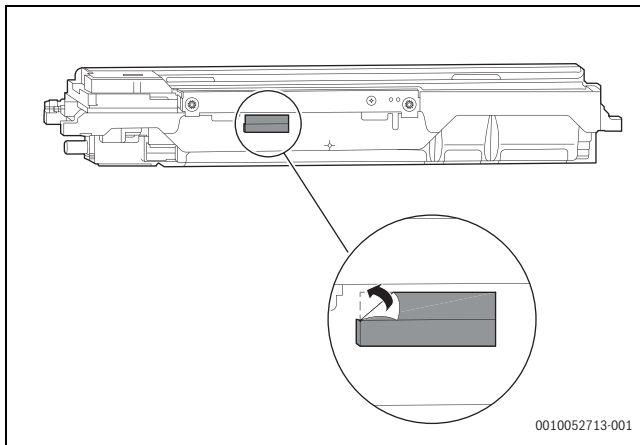

fig. 2
2. Lidhni dy kuti qarku përshtatësi dhe fiksojini me dy shirita dyanësh (Fig. 2).